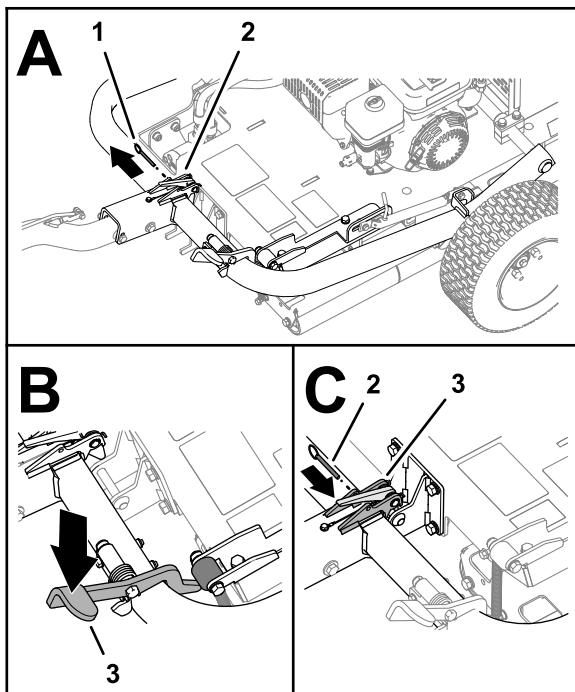

Figure 8
6. Si elle est présente, retirez la goupille de verrouillage du verrou (**Figure 8**).
7. Appuyez sur la pédale d'attelage jusqu'à ce que l'attelage se verrouille en place (Figure 8).
8. Insérez la goupille de verrouillage dans les trous du verrou (Figure 8).